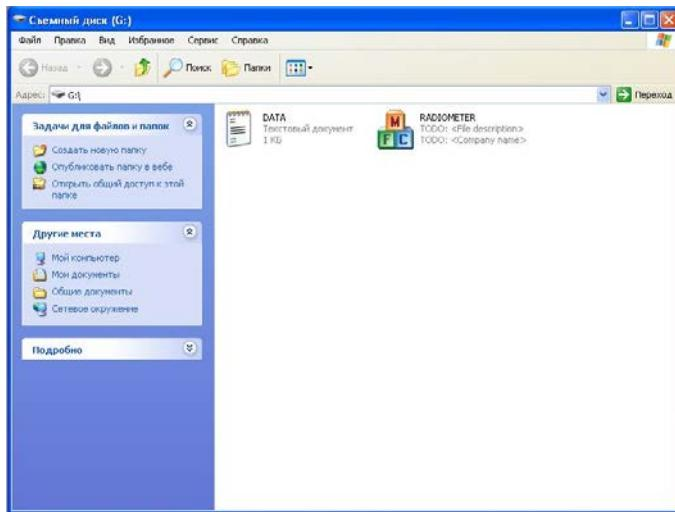

Рис. 5 - Окно монитора с отображением содержания съемного диска
- через несколько секунд после включения прибора система ПК (**ОС Windows XP и выше**) обнаружит его подключение. В разделе «Мой компьютер» появится новый съемный диск. На экране ПК отобразится окно (см. Рис. 5)